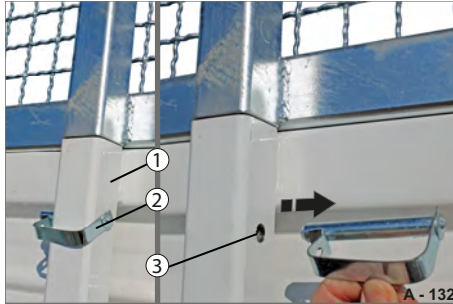
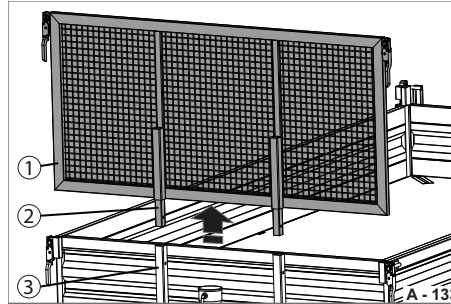
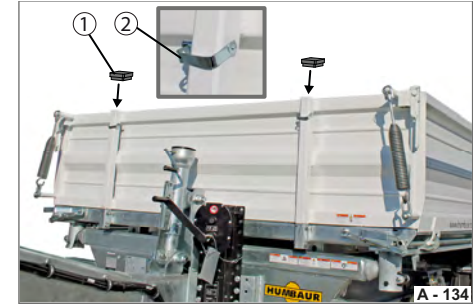

Abb. 138 Entsichern
Abb. 139 Stahlgitteraufsatz demontieren
Abb. 140 Grundbordwand ohne Stirn-Bordwandaufsatz
▶ Ziehen Sie am Federbügel des Federsteck-Bolzens (Abb. 138/2) und ziehen Sie den Federsteck-Bolzen aus der Bohrung (Abb. 138/3) heraus. Der Stirn-Bordwandaufsatz ist entsichert.
▶ Heben Sie den Stahlgitteraufsatz (Abb. 139/1) aus den Rungen der Grundbordwand (Abb. 139/3) heraus.
▶ Stecken Sie die Abdeckkappen (Abb. 140/1) in die Rungen (Abb. 139/3) der Grundbordwand.
▶ Stecken Sie die Federsteck-Bolzen (Abb. 140/2) in die Bohrungen der Grundbordwand (Abb. 138/3) ein.